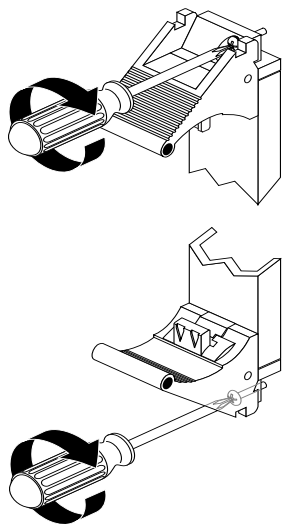

图 4-7 拧紧弹出杆系紧螺钉
7. 使用 2 号十字头螺丝刀，拧紧卡的弹出杆上的两个系紧螺钉：一个在顶部，一个在底部（图 4-7）。
**7. 使用 2 号十字头螺丝刀，拧紧卡的弹出杆上的两个系紧螺钉：一个在顶部，一个在底部（图 4-7）。**
**11. 使用 2 号十字头螺丝刀，拧紧卡的弹出杆上的两个系紧螺钉：一个在顶部，一个在底部（图 4-7）。**